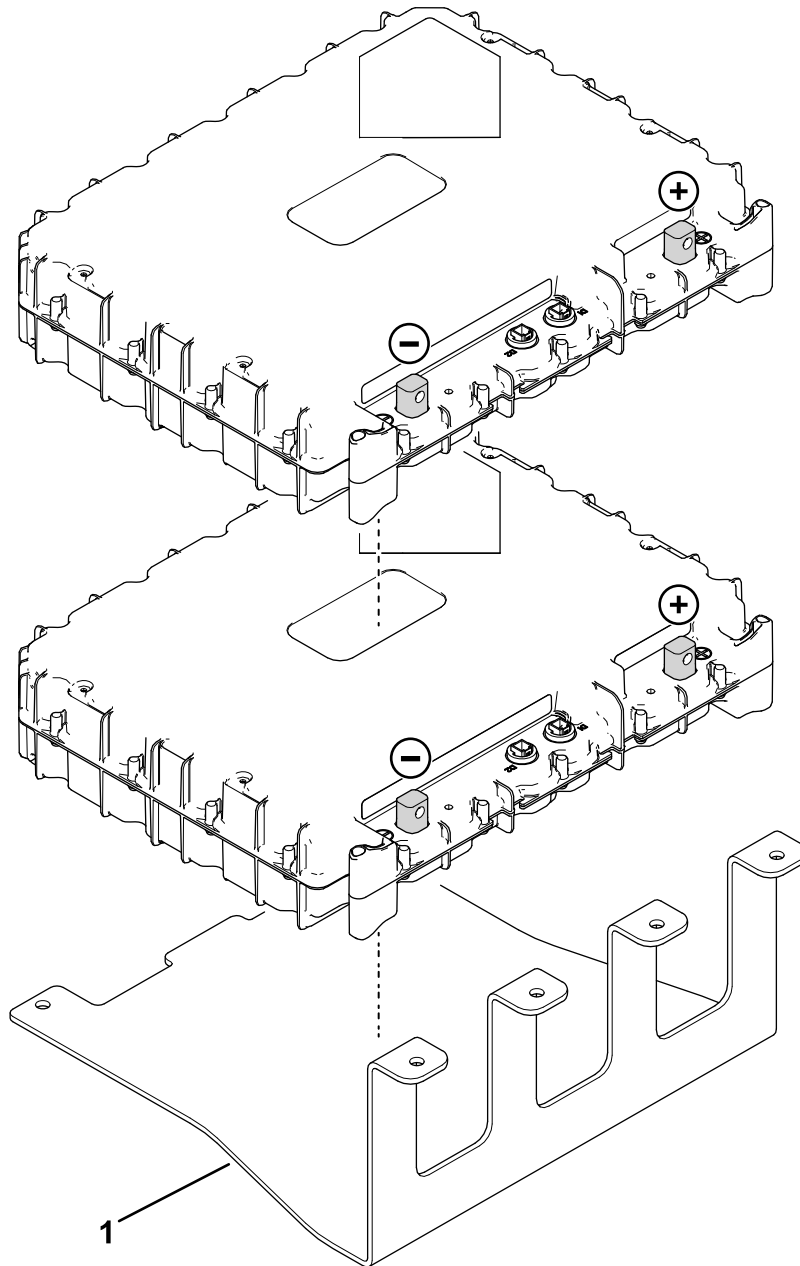

Figur 17
1. Fjern dækslet (Figur 17) fra pluspolerne på de resterende 2 batterier.